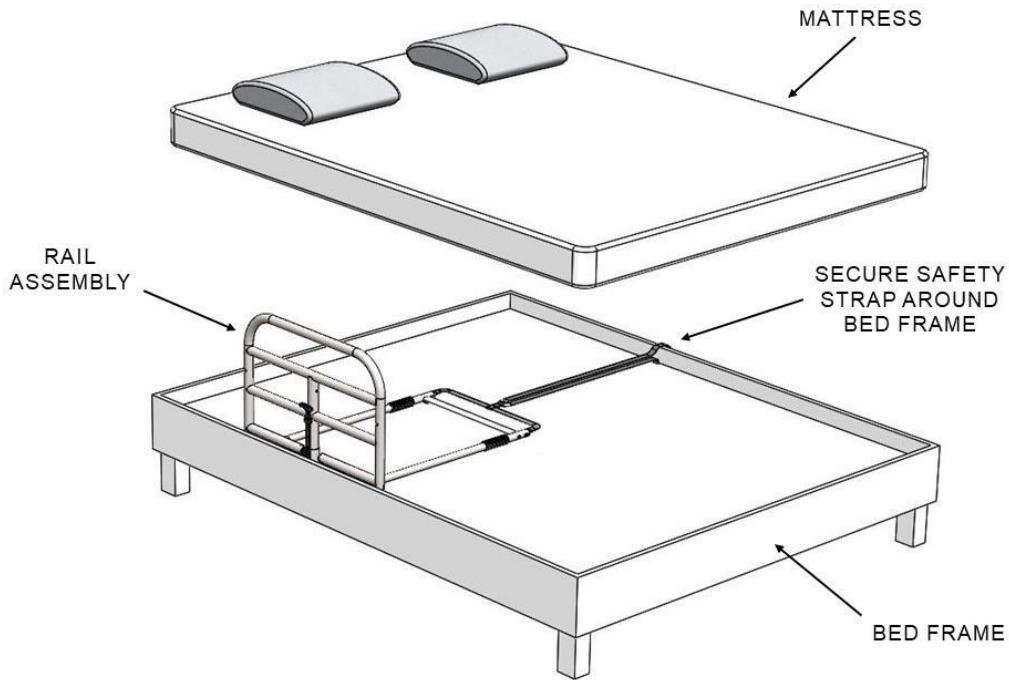

FIGURA 4
4. Posizionare BED RAIL PRODUCT tra il MATERASSO e il BED FRAME come mostrato nella Figura 4.